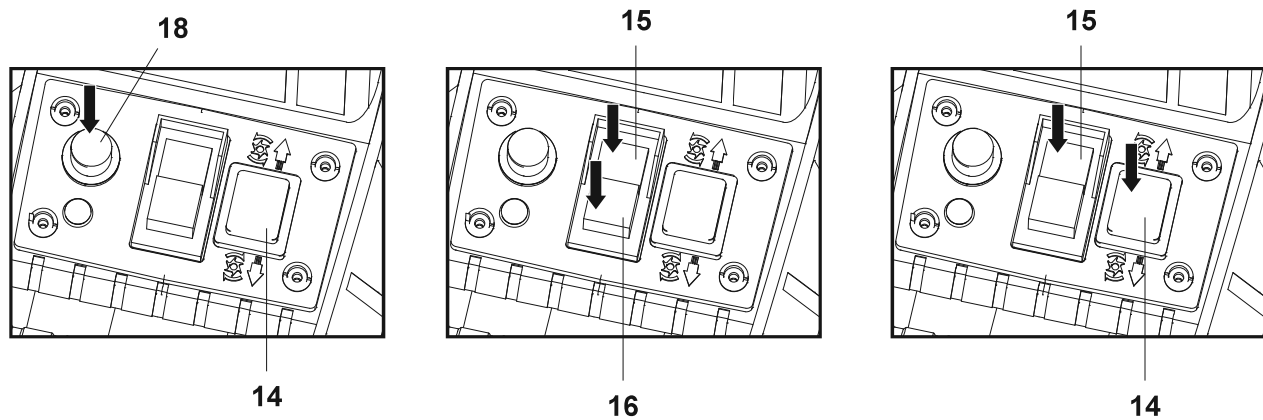

Fig. 7
- Espere al menos un minuto y, a continuación, pulse el botón de restablecimiento (18) (Fig. 7, paso 1).
- Coloque el interruptor de avance/retroceso (14) en el modo de retroceso "1t" (Fig. 7, paso 2).
- Mantenga pulsado el interruptor de encendido "I" (15) para encender la máquina. Retire con cuidado el material atascado del canal de alimentación (Fig. 7, paso 3). En el modo de retroceso, es necesario mantener pulsado el interruptor de encendido (ON). Para detener el funcionamiento en retroceso de la máquina, suelte el interruptor de encendido (ON).
- Suelte el interruptor de encendido "I" para apagar la máquina (Fig. 7, paso 4).
- Coloque el interruptor de avance/retroceso (14) en el modo de avance "4L" (Fig. 7, paso 5).
- Apriete el interruptor de encendido "I" (15) para encender el producto (Fig. 7, paso 6).